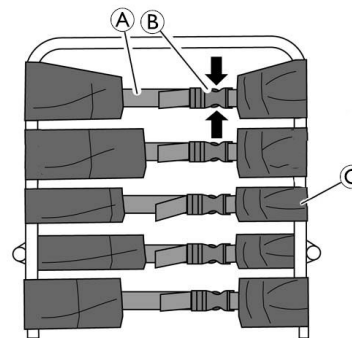

Fig. 4-6
1. Åpne beltelåsene ② ved å trykke sammen låseklemmene (se pilene i fig. 4-6).